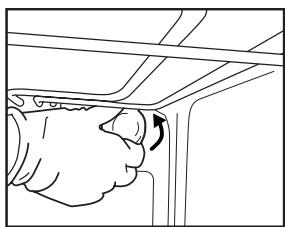

Рис. 6
2. Викрутіть плафон (Рис. 6), замініть лампочку (див. примітку щодо типу лампochok) і закрутіть плафон назад.